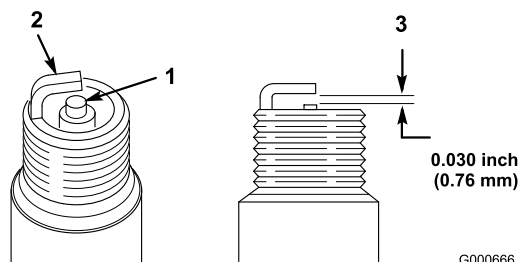

Figura 28
1. Mire la parte central de la bujía (Figura 28). Si se observa un color gris o marrón claro en el aislante, el motor está funcionando correctamente. Si el aislante aparece de color negro, significa que el limpiador de aire está sucio.
2. Compruebe la separación entre los electrodos central y lateral (Figura 28) y doble el electrodo lateral si la separación no es correcta.